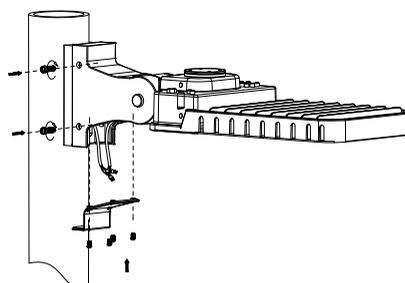

FIG. 5
3. Serrez les 4 boulons M8 \*20 sur le bras flexible et attachez-le à l'adaptateur. Connectez les fils d'alimentation correctement, en conformité avec les schémas de câblage ci-dessous. Réalisez les connexions de câblage à l'intérieur du bras flexible et serrez le couvercle inférieur avec les 4 vis M4\*12 (voir la **FIG. 5**). Les connexions de câblage peuvent aussi être réalisées à l'intérieur du poteau.